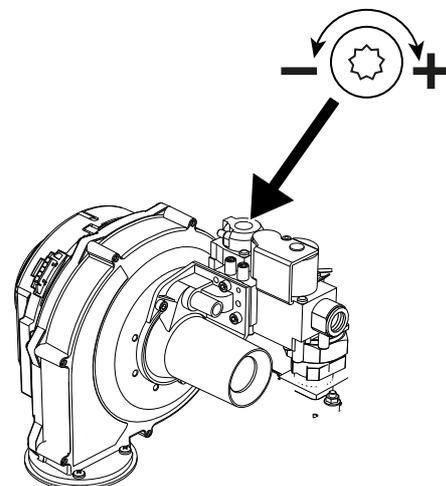

fig. 96 - Vite di regolazione della minima portata OFFSET
- Nel caso in cui i valori non corrispondano a quelli indicati, regolare la CO2 attraverso la vite di regolazione, OFFSET (vedi fig. 96), riportandoli a quelli indicati.